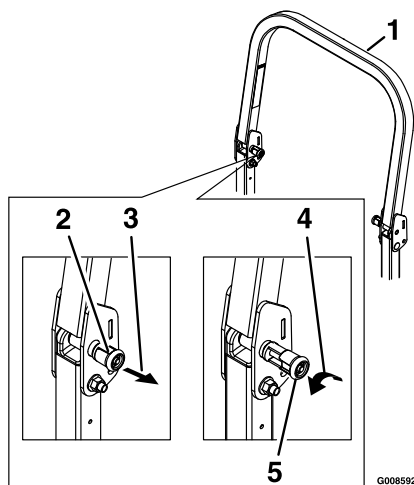

Figure 13
1. Le bouton doit être complètement verrouillé et les languettes être interverrouillées comme montré à la Figure 13 pour verrouiller l'arceau de sécurité à la position d'utilisation relevée.